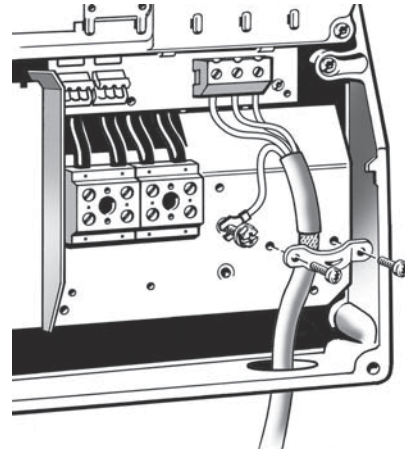

Fig. 15 Conexión de motor, B1 y B2
1. Conectar el conductor de tierra al terminal 99 (PE). Ver fig. 15.
2. Conectar los conductores del motor a los terminales 96 (U), 97 (V), 98 (W).